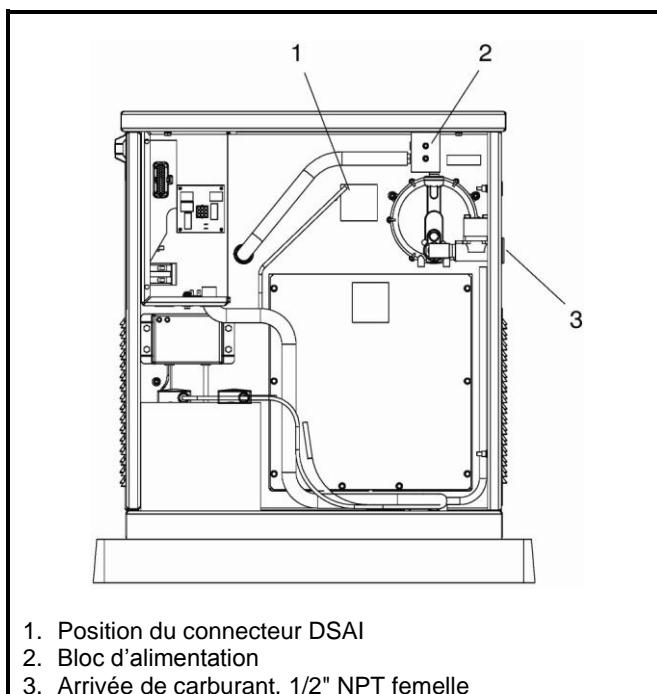

Figure 2.19 : Position des composants du circuit d'alimentation, côté admission d'air, RES 9.5 EC / RES 13 EC / RES 12 TEC
La procédure suivante doit être appliquée pour effectuer sur le groupe électrogène une conversion du gaz naturel vers le propane liquide (PL). Ce processus consiste à introduire le raccord d'ouverture du gaz naturel dans l'orifice du PL, obturer l'orifice du gaz naturel puis à connecter les câbles électriques du module DSAI (Digital Spark Advance Ignition). Voir la figure 2.19 relative à la position des divers composants du circuit d'alimentation.